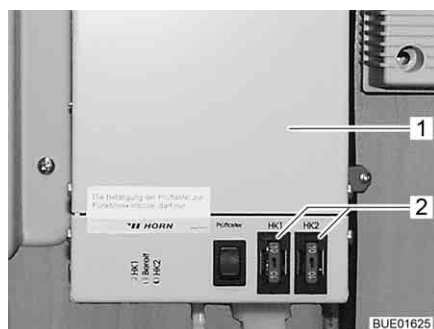

Bild 167 Regulator för avloppsledningarnas värmesystem
Säkringarna finns på regulatören (Bild 167,1).
- Byt säkring (Bild 167,2).